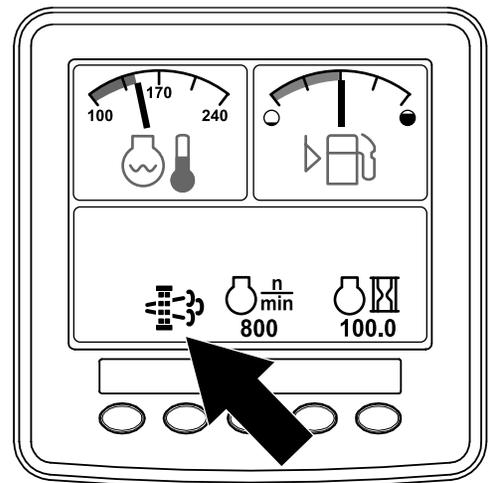

Figure 16
- Quand le calculateur moteur demande une régénération en stationnement ou une régénération d'urgence, l'icône de demande de régénération (Figure 16) s'affiche sur l'InfoCenter.